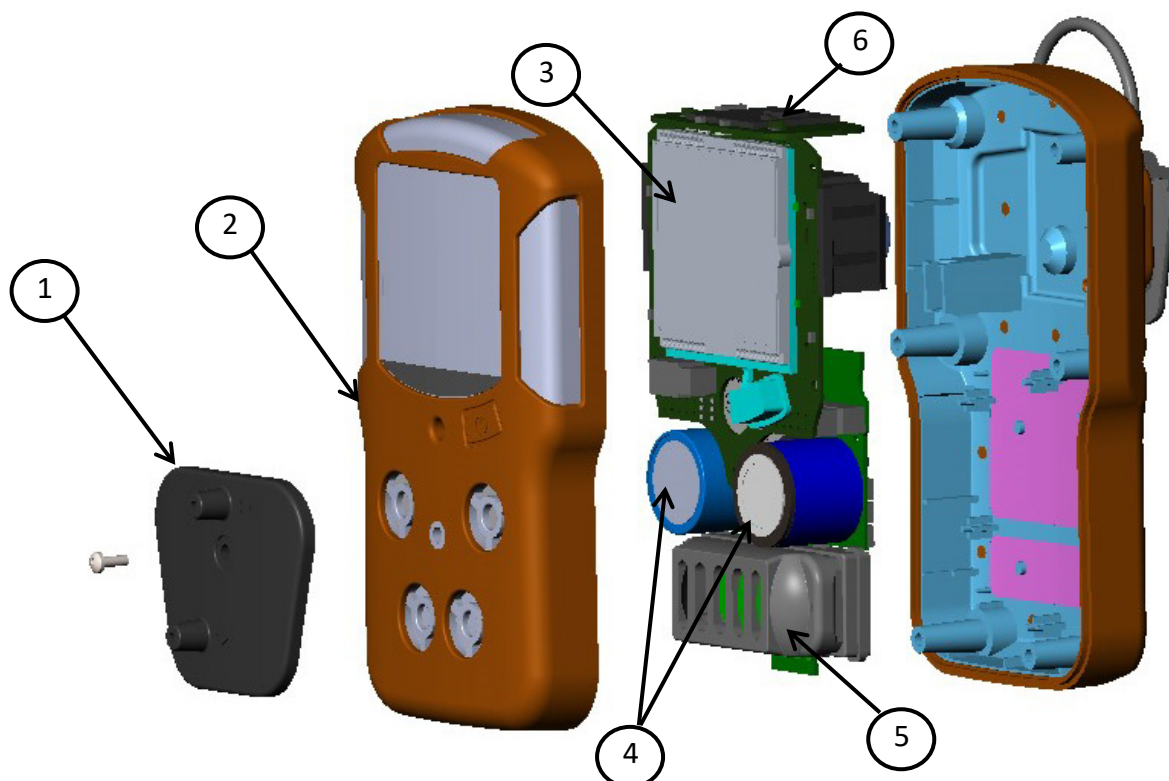

Рисунок 6 – Основной функциональный состав Мультигазсенс (Вид спереди)
1.7.1 Прибор состоит из следующих основных компонентов (рисунок 6 - 7):